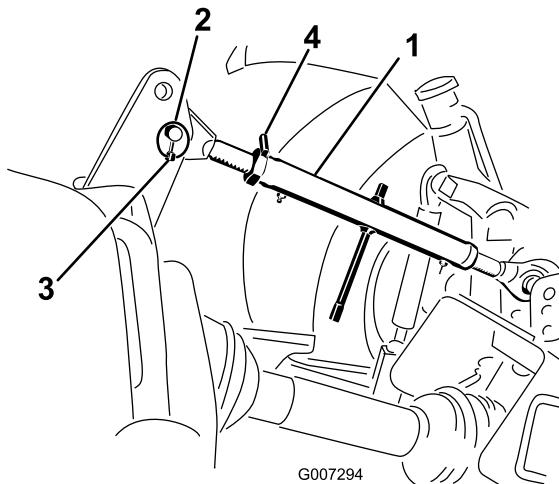

Figura 6
- 1. Conecte el brazo de acoplamiento superior al taladro inferior del soporte y sujetelo con un pasador de enganche y un pasador de seguridad (Figura 6).
- 3. Gire el brazo de acoplamiento superior para apretar el enganche. Ajuste hasta que la parte delantera del bastidor del aireador esté a 90 grados de la posición horizontal (Figura 6).